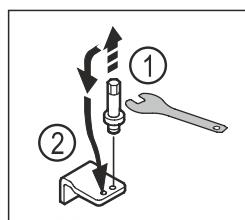

Fig. 22
- S ključem z zunanjim šestkotnikom velikosti 5 odvijte sornik spodnjega ležajnega podstavka. Fig. 22 (1)
- Sornik vstavite na nasprotni strani. Fig. 22 (2)